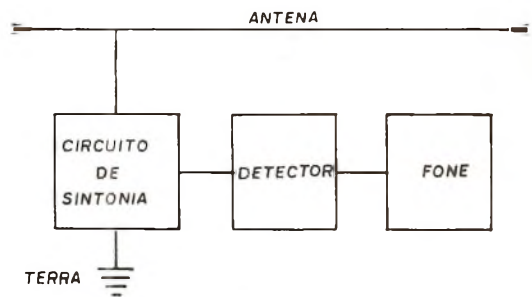

Figura 2
d) transdutor que é o elemento que transforma este sinal modulador que é de baixa frequência em som para que possamos ouvi-lo. Na figura 2 temos a representação da estrutura de um receptor simples.